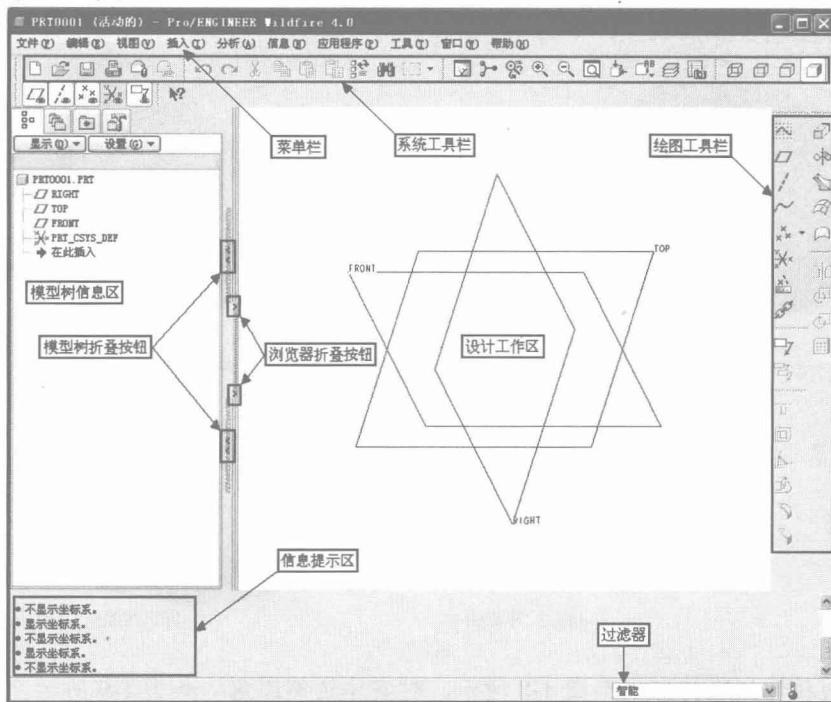

图1-2
- 双击 Windows 视窗桌面上的 图标，启动 Pro/ENGINEER Wildfire 4.0 软件，其视窗界面如图 1-2 所示。